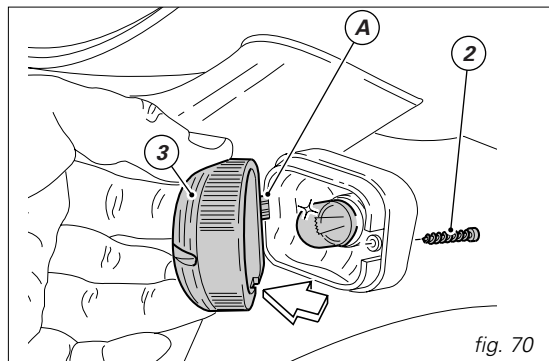

fig. 70
Destornillar el tornillo (2, fig. 70) y separar la copa (3) del soporte indicador.